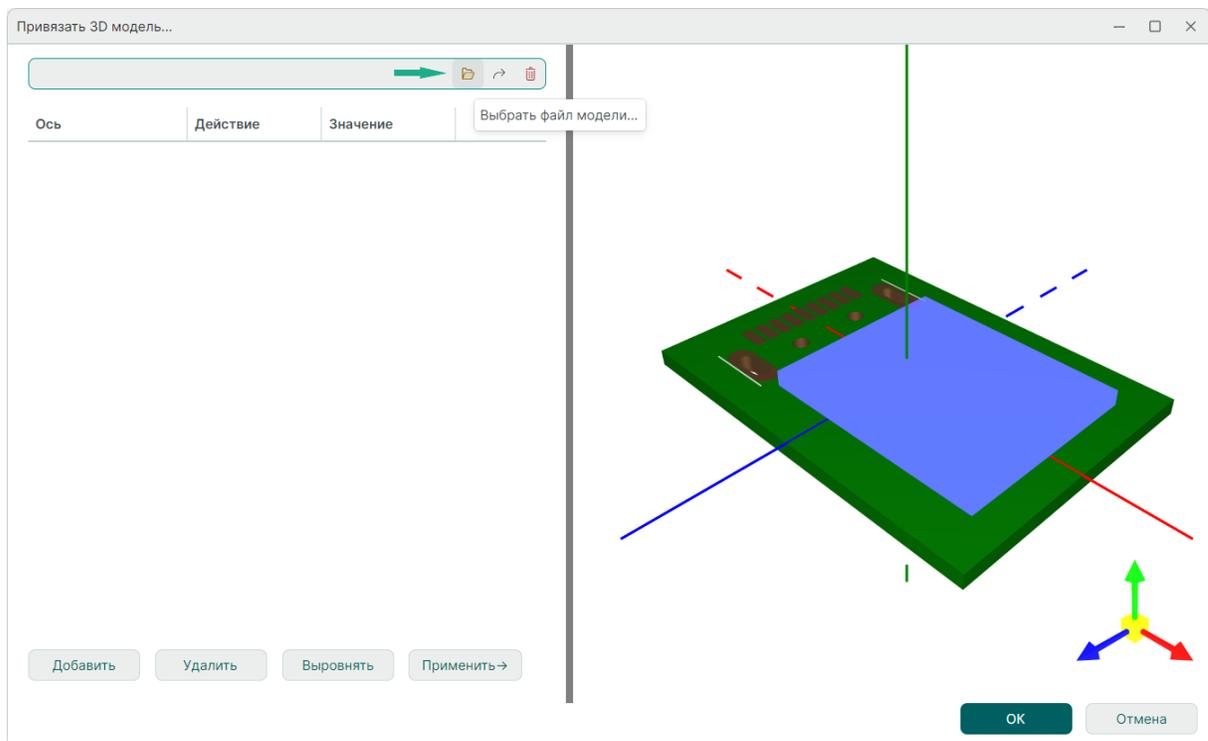

Рис. 166 Выбор файла 3D модели
3. В окне «Привязать 3D модель» заполните необходимые поля, см. Рис. 166.